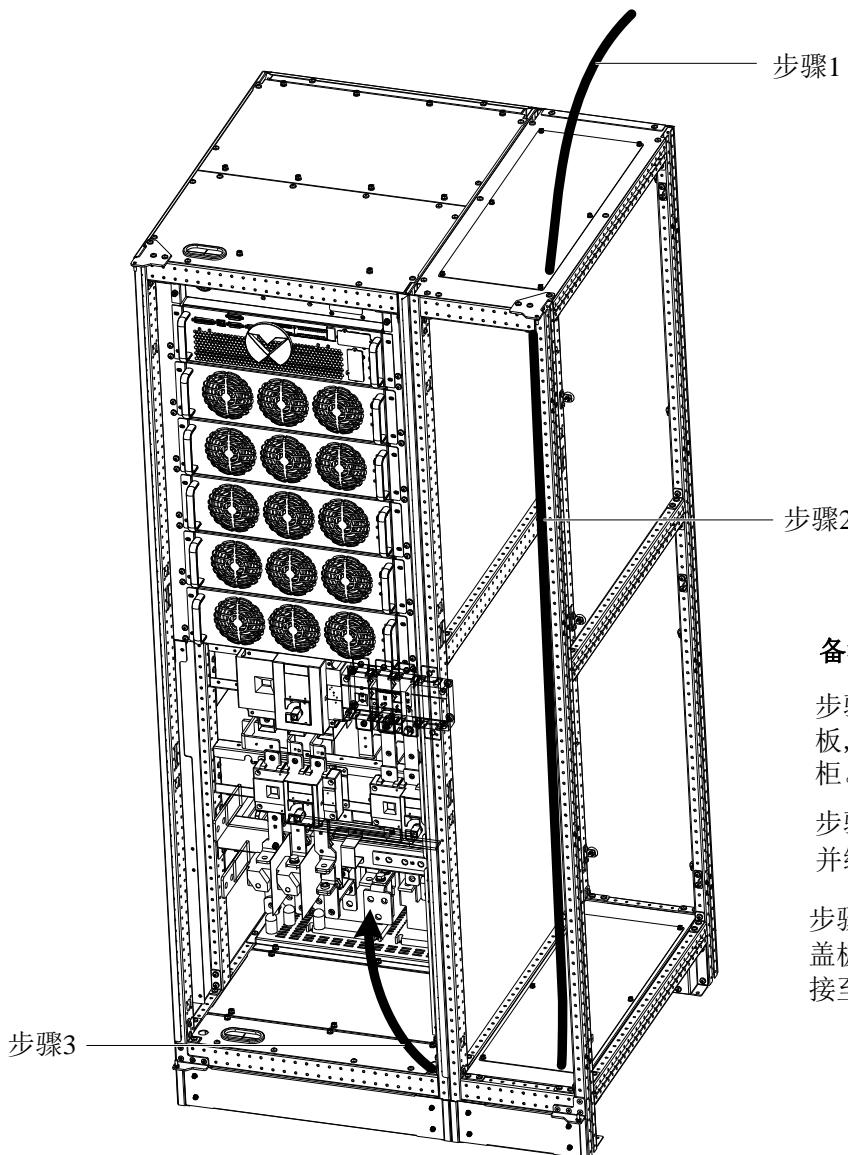

图8-3 200kVA~250kVA (带上进线柜) 功率电缆走线示意图
并柜功率电缆进线以及走线方法如图 8-3 所示，以 250kVA 为例。
2. 柜内走线时，需按图 8-3 说明在机柜内对电缆进行扎线固定，以防止电缆受机械应力损伤。